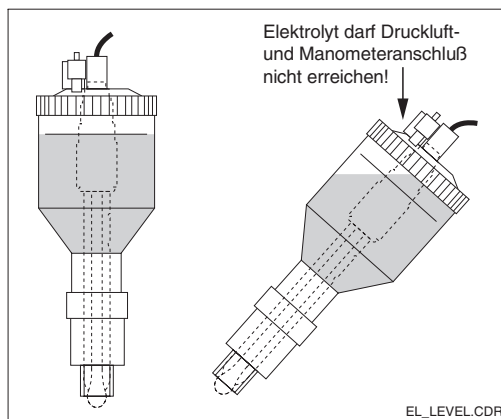

Bild 3.8 Elektrolytfüllhöhen
- Die Anschlüsse für Druckluft und das Manometer dürfen nicht vom Elektrolyten überflutet werden (siehe Bild 3.8).